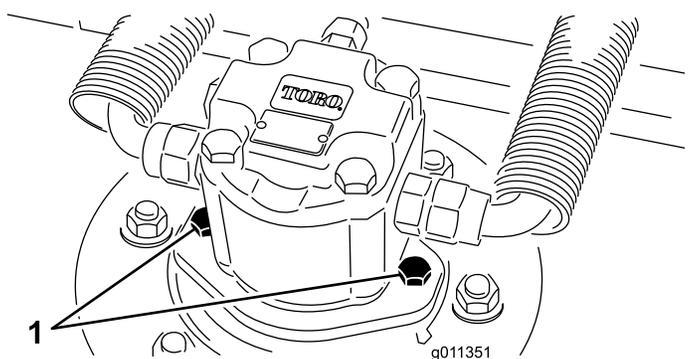

Figure 78
2. Débranchez et déposez le moteur hydraulique de l'unité de coupe (Figure 78). Couvrez le dessus de l'axe pour éviter toute contamination.
3. Posez le moteur hydraulique sur l'unité de coupe (Figure 78). Vérifiez que le joint torique est en place et en bon état.